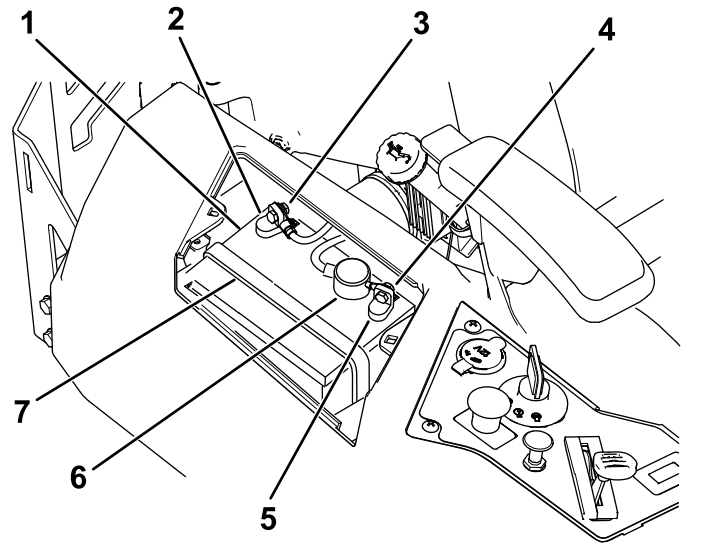

Figura 45
- Desconecte el cable negativo de tierra (negro) del borne de la batería (Figura 45).
- Desconecte el cable positivo (rojo) del borne de la batería (Figura 45).
- Retire la correa de sujeción de la batería (Figura 45) y levante la batería para retirarla de su bandeja.
1. Coloque la batería en la bandeja (Figura 45).
5. Fije la batería con la correa de sujeción (Figura 45).